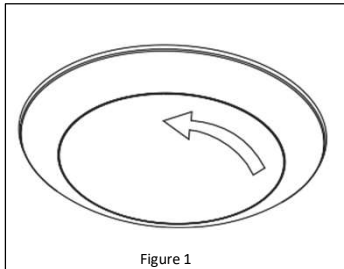

Figure 1
2. Remove the diffuser lens by rotating counterclockwise. **See Figure 1.**
- *Retirez le diffuseur en le faisant tourner dans le sens antihoraire. Reportez-vous à la Figure 1.*